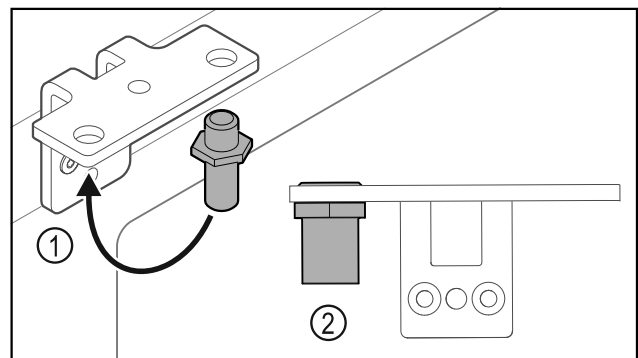

Fig. 35
- ▶ Mettre l'axe Fig. 35 (1) dans l'autre trou de l'équerre de charnière.
- ▶ Serrer l'axe Fig. 35 (2) au **couple de 12 Nm**.